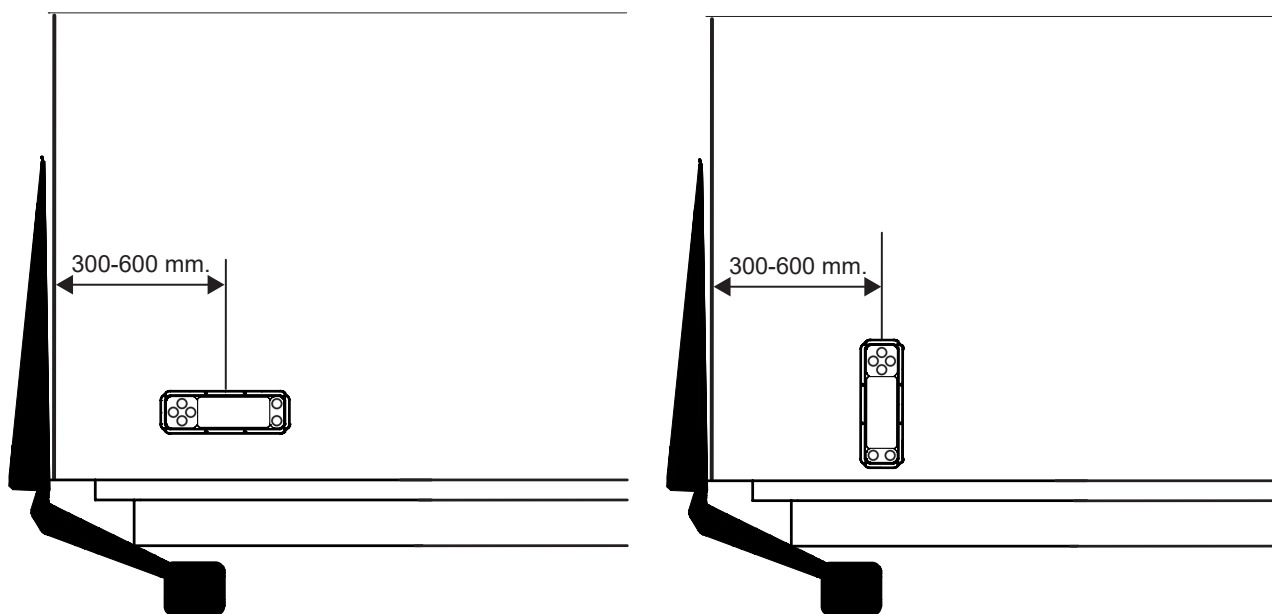

Bild 51. Montering av manöverdon
5. Montera därefter fast manöverdonet på skåpet. Se Bild 51